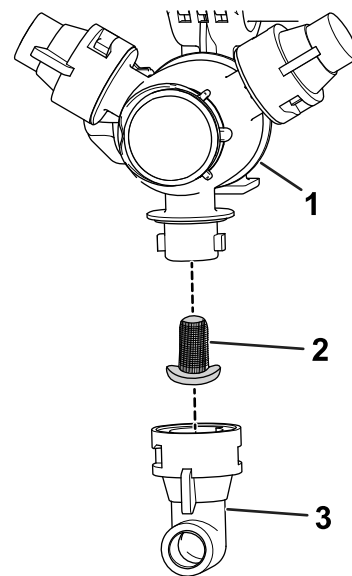

Figura 97
2. Retire o bico da cabeça de pulverização (Figura 97).
3. Retire o filtro do bico (Figura 97).
5. Instale o filtro do bico (Figura 97).
6. Instale o bico na cabeça de pulverização (Figura 97).